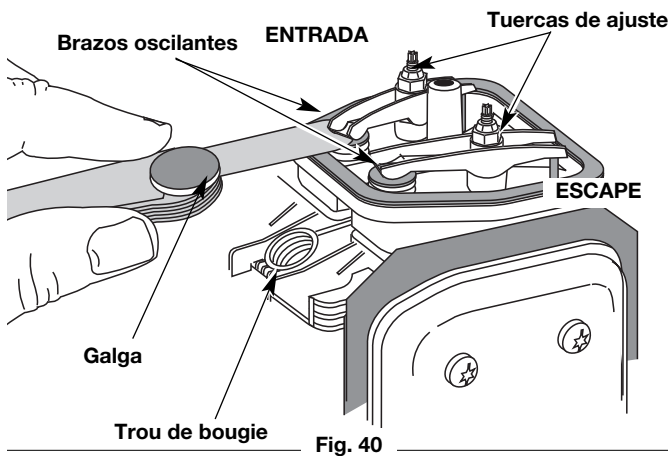

Fig. 40
- El pistón se encuentre en la parte superior de su recorrido mientras mira dentro del orificio de la bujía de encendido (Fig. 40).
7. Deslice la galga entre el brazo oscilante y el resorte de retorno de la válvula. Mida el huelgo entre el vástago de la válvula y el brazo oscilante (Fig. 40). Realice esto en las válvulas de entrada y de escape.
El huelgo recomendado para las válvulas de entrada y de escape es 0,076 – 0,152 mm (0,003 – 0,006 pulgadas). Use un calibrador regular de automóvil de 0,127 mm (0,005 pulgadas). El calibrador debe deslizarse entre el balancín y el vástago de la válvula con una ligera cantidad de resistencia, sin doblarse (Fig. 40 y 41).
- a. Gire la tuerca de ajuste con una llave de 8 mm (5/16 pulgadas) o una guía de tuercas (Fig. 40).